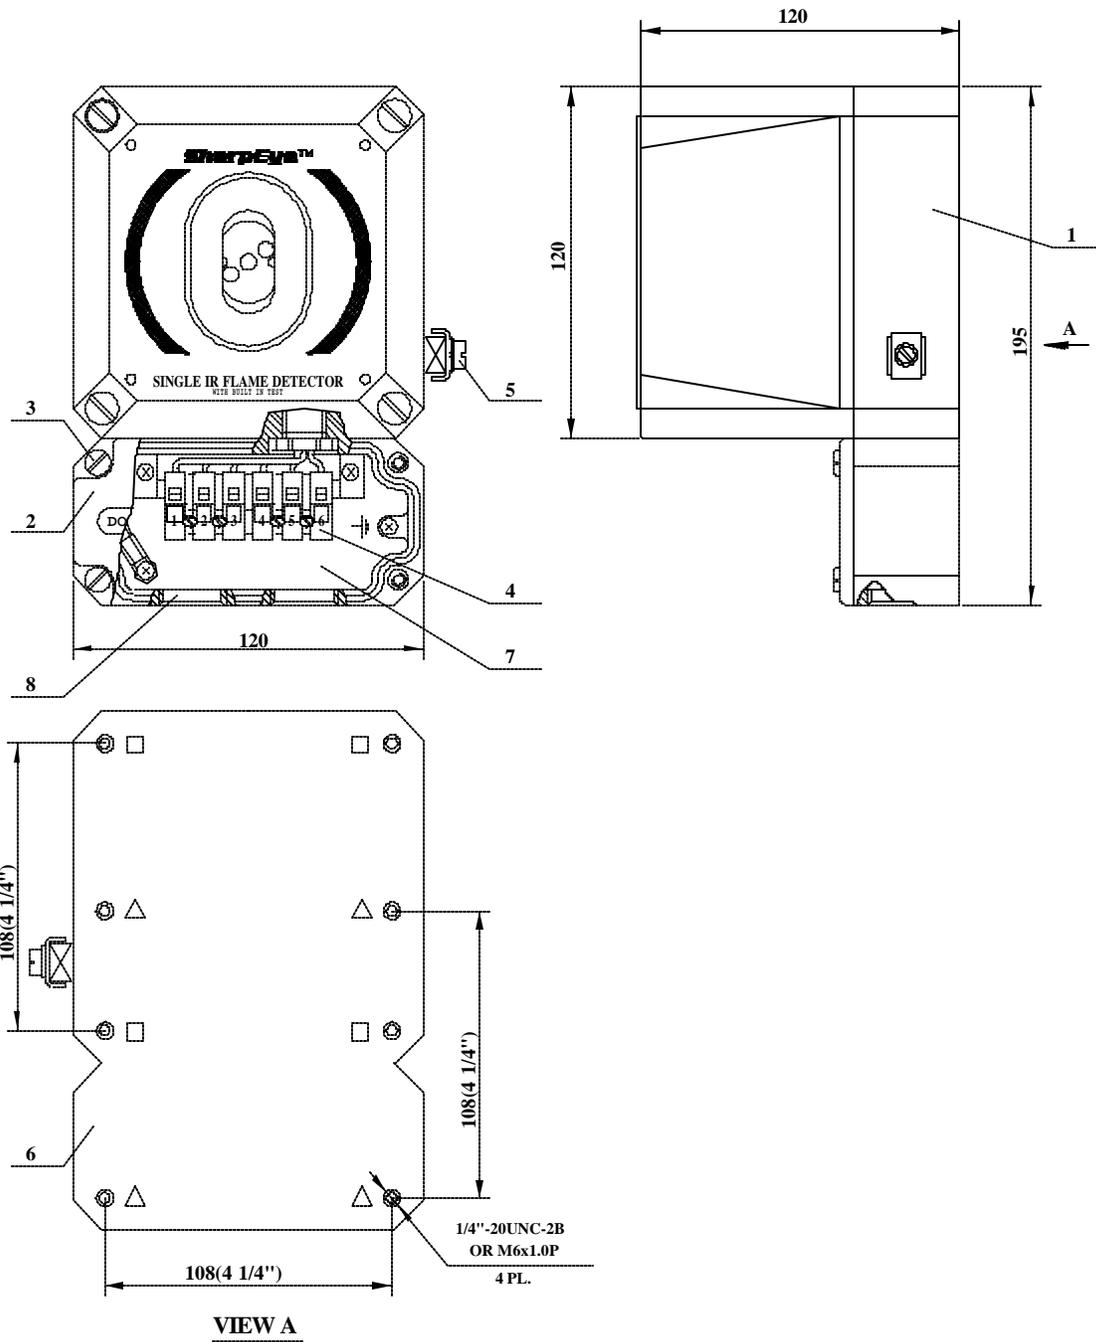

FIGURA 17: DETECTOR DE LLAMA - DIAGRAMA DE CONEXIONADO
Consulte la figura 17.
El detector dispone de una cámara con un bloque de terminales (4). El bloque de terminales está etiquetado del 1 al 6. (Véase la figura 17).